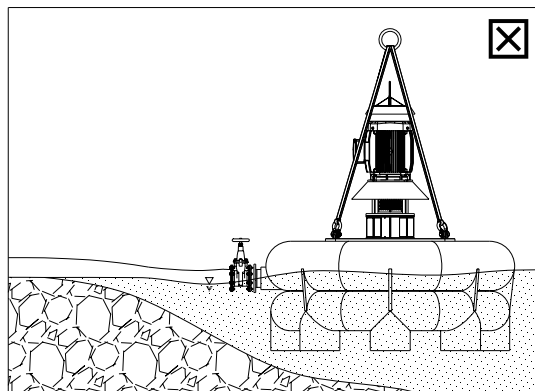
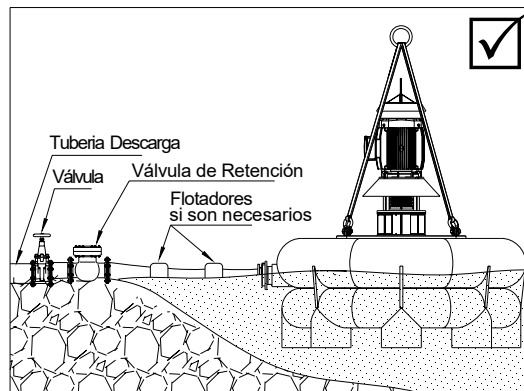

Figura 27
Figura 28
- La tubería de descarga debe tener una válvula de retención que proteja el equipo de golpes de ariete y del retorno de la columna de fluido cuando se detiene el equipo. Debe estar ubicada de manera que sea posible su reemplazo y que no provoque problemas de operación (figura 28).
Es conveniente instalar la válvula de control al final de la sección flotante de la tubería de descarga, en la unión al sistema rígido de tubería, en tierra (figura 28), en todos los casos en que la situación geográfica del lugar de flotación del equipo lo permita, de esa manera se podrá manipular el punto de operación de la bomba con mayor facilidad de acceso y manipulación que si la válvula estuviera cerca de la balsa (figura 27). Otra ventaja de la instalación mostrada en la figura 28, radica en que no se somete al equipo en balsa a pesos externos desequilibrados que podría voltear y hundir el equipo. En esta situación, la tubería de descarga, al menos hasta antes de la válvula, debe ser capaz de soportar la totalidad de la presión máxima entregada por la bomba, ya que quedará siempre sometida a la presión de operación de la bomba.